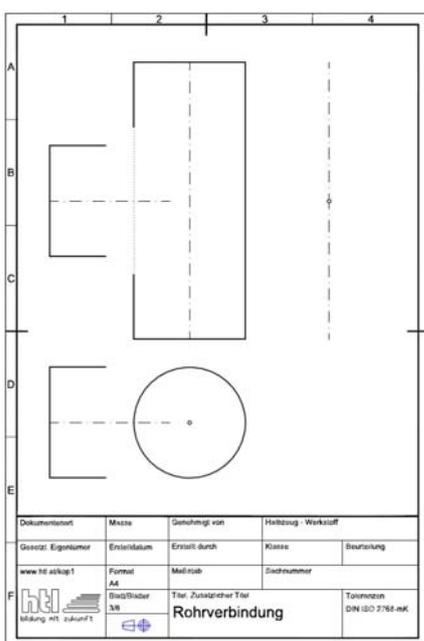
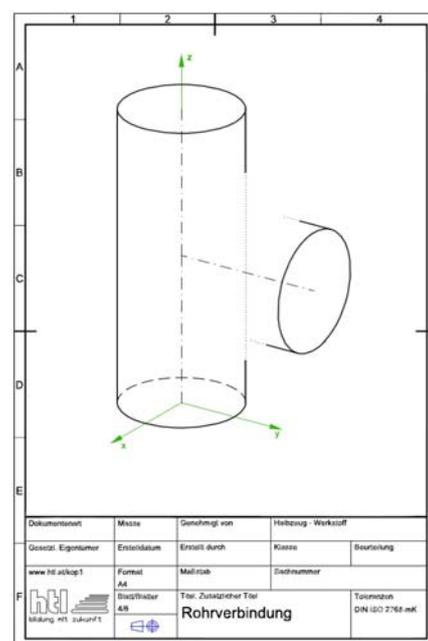

Abb. 3
Abb. 4
2.) Zwei Rohre sind in Grund- und Aufriss (Abb. 3) bzw. in Axonometrie gegeben (Abb. 4).